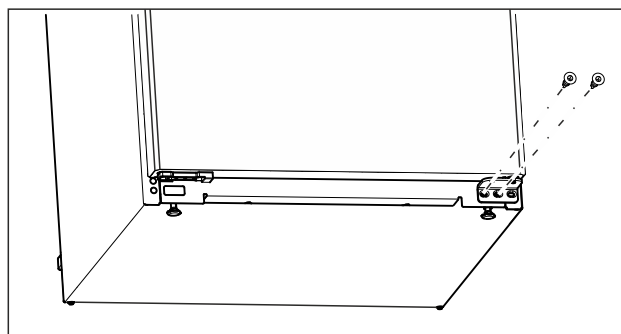

Fig. 10
- ▶ Na donjem ležajnom postolju odvrnite srednji vijak odvijačem Torx 20. (pogledajte Fig. 10)
- ▶ Na donjem ležajnom postolju odvrnite unutarnji vijak odvijačem Torx 20. (pogledajte Fig. 10)